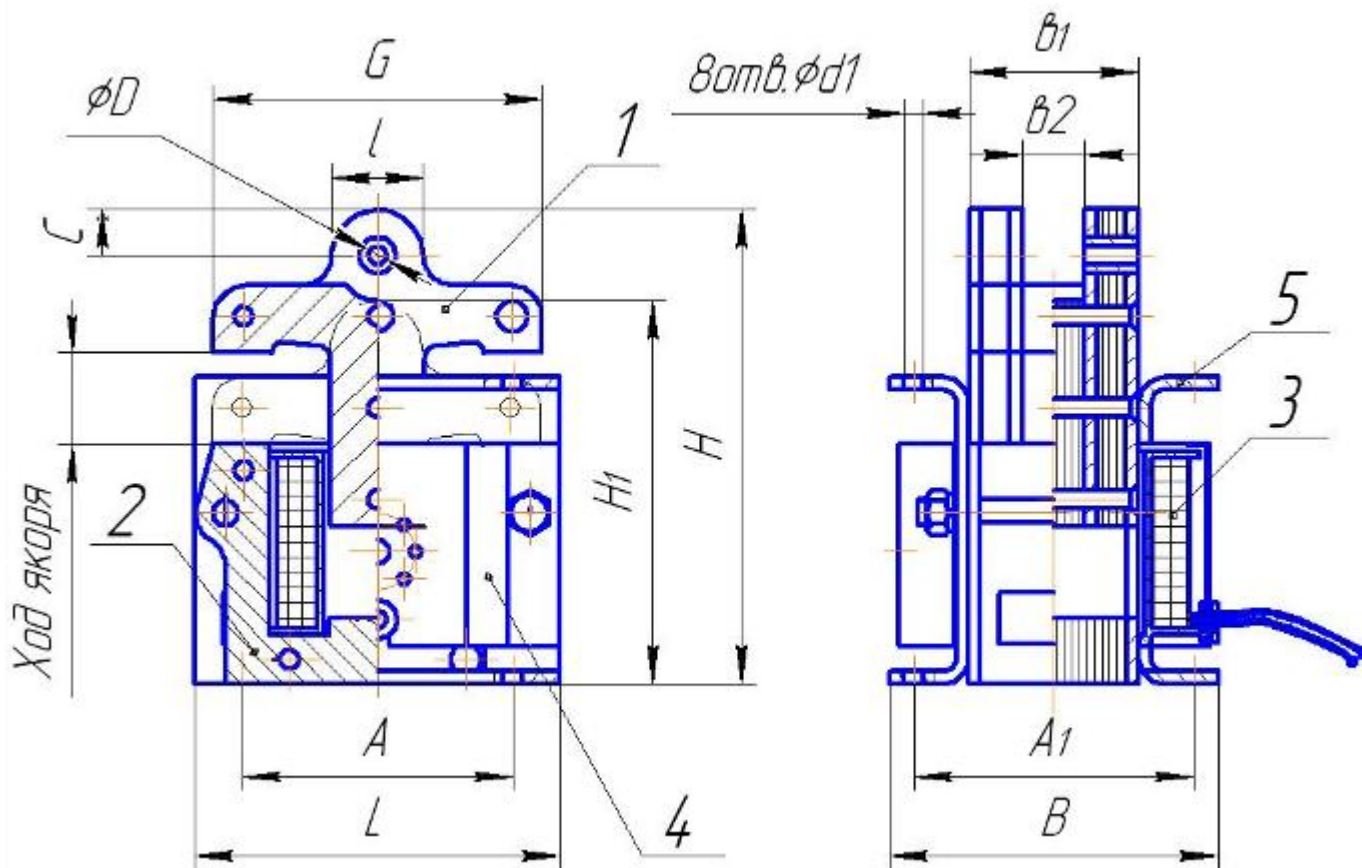

Рис.1 Электромагниты ЭМИС1100.....5100.
4.1 Электромагнит тянущего исполнения (рис.1) состоит из следующих основных сборочных единиц: якоря 1, катушки 3, ярма 2, скобы 5.
6.4 Крепление тяги исполнительного механизма к якорю электромагнита (рис.1) выполняется в отверстие Ø Д.